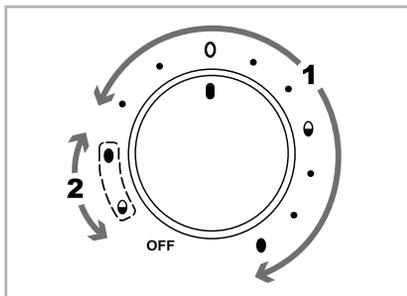

Fig. 1
- 1) Drej drejeknappen **0** til positionen, som svarer til, hvor hårdkogt, du ønsker ægget. Brug indstillingsområdet "1" (se fig. 1) med symbolerne og de tilhørende punkter foran:
Brug indstillingsområdet "1" med symbolerne og de tilhørende punkter foran, når du koger første gang. Brug indstillingsområdet "2" med de stiplede symboler (se fig. 1), når du koger anden gang.
- 2) Stil drejeknappen **9** på positionen, som svarer til den blødeste hårdhedsgrad for æggene (det er indstillingsområdet "1", se fig. 1). Kontrollampen **10** lyser, og kogningen starter.
- 5) Sæt låget **3** på igen, og stil drejeknappen **1** på positionen for de stiplede symboler (indstillingsområde "2", se fig. 1), som svarer til den ønskede hårdhedsgrad for æggene, som stadig er i produktet: